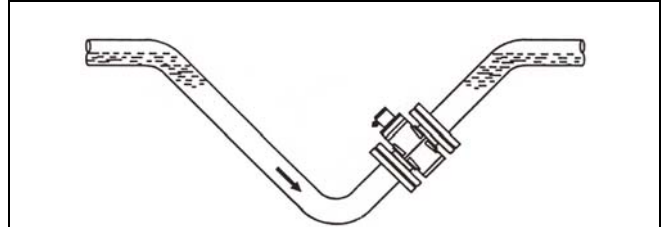

图 8
- 对于自然流入及流出的流体，应安装一个反向管以确保管线总是充满的（见图 8）。